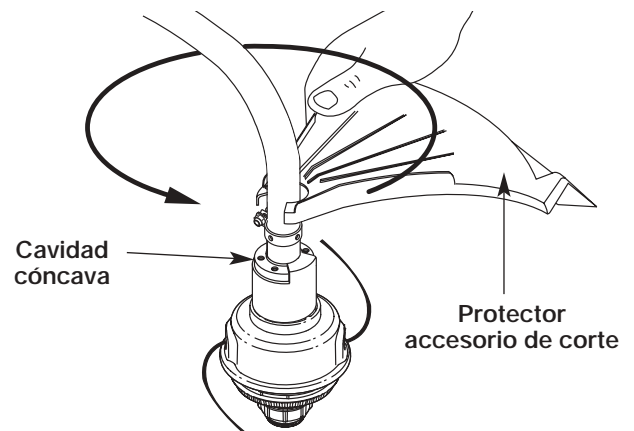

Figure 4
2. Empuje el accesorio protector de corte hacia abajo hasta la parte superior del ensamblaje del accesorio de corte y luego gire el accesorio protector de corte hasta que los orificios de los tornillos se alineen y la protección quede en la cavidad cóncava (Fig. 4).